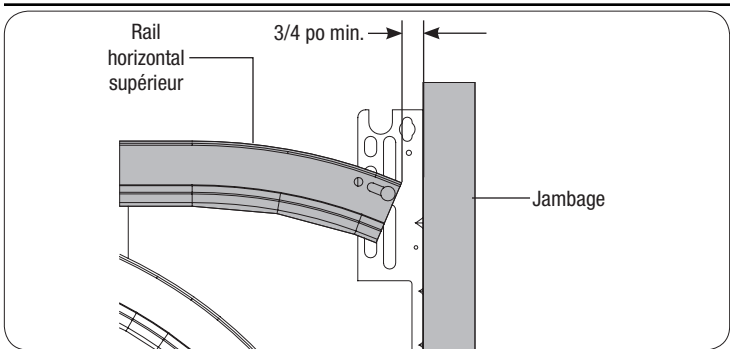

FIGURE 4.2
**REMARQUE**°: vérifiez le dégagement entre la courbe supérieure et le jambage. Le dégagement doit être d'un minimum de 3/4 po, comme indiqué dans la **FIGURE 4.2**. S'il est inférieur à 3/4 po, coupez la courbe supérieure avec une scie à métaux afin d'assurer un dégagement pour les câbles de contrebalancement.